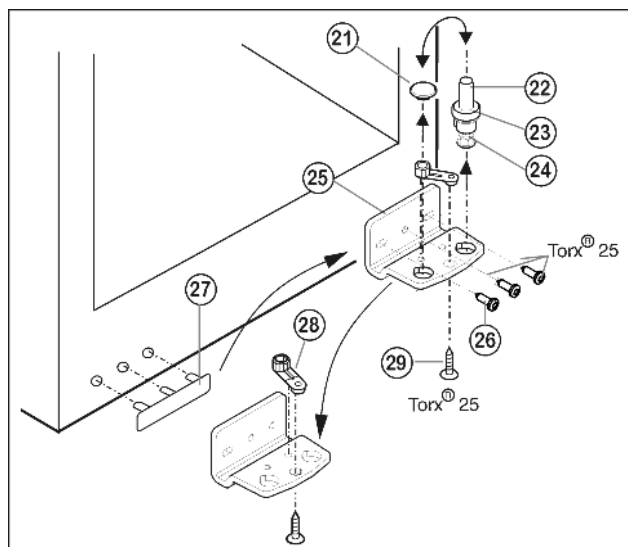

Fig. 6
- ▶ Togliere completamente il perno di supporto Fig. 6 (22) con lo spessore Fig. 6 (23) e il piedino di regolazione Fig. 6 (24), estrarre tirando verso l'alto.
- ▶ Togliere il tappo Fig. 6 (21).
- ▶ Svitare il blocco di supporto Fig. 6 (25).
- ▶ Svitare l'elemento di supporto Fig. 6 (28) e spostarlo Fig. 6 (29) nel foro di alloggiamento opposto, serrarlo nuovamente.
- ▶ Staccare la copertura lato maniglia Fig. 6 (27) facendo attenzione e spostarla sul lato opposto.
- ▶ Fissare nuovamente il blocco di supporto Fig. 6 (25) sul nuovo lato cerniera, eventualmente servendosi di un avvitatore a batteria (a 4 Nm) a 4 Nm.
- ▶ Inserire nuovamente il tappo Fig. 6 (21) nell'altro foro.
- ▶ Inserire nuovamente il perno di supporto Fig. 6 (22), con lo spessore e il piedino di regolazione. Prestare attenzione in modo l'arresto sia rivolto verso il dietro.